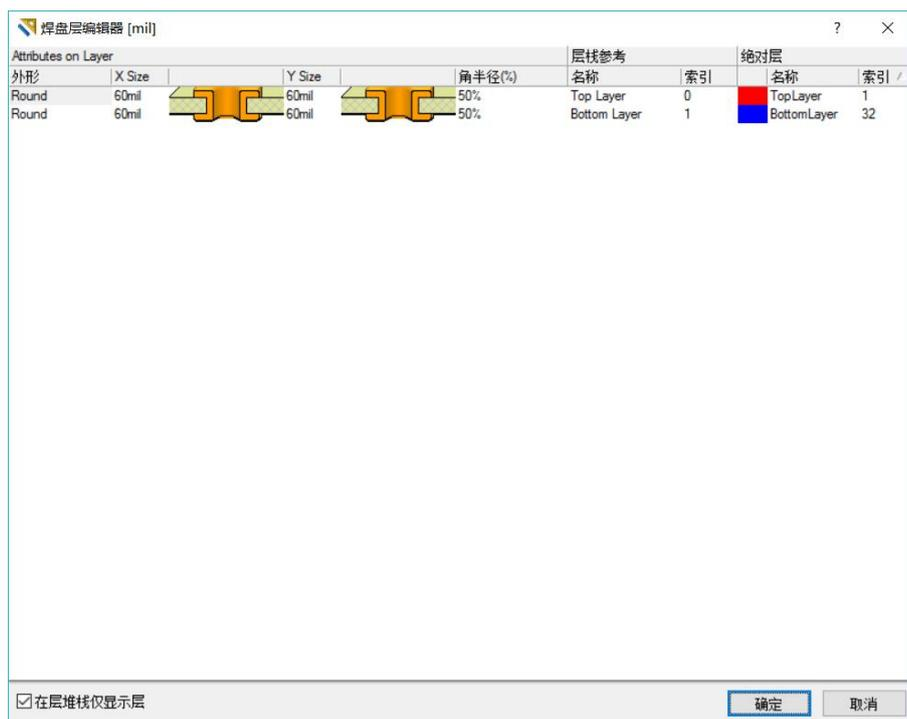

图 5-28 焊盘层编辑器
- **【完成堆栈】** 全堆栈：选取该设置方式将会激活**【编辑全部焊盘层定义】**按钮，单击该按钮弹出图 5-28 所示的焊盘层编辑器，在这里面可以编辑焊盘在各层的形状以及尺寸。由于当前是双层电路板设计，所以编辑器里面只显示了顶层和底层的焊盘属性，若取消勾选**【在层堆栈仅显示层】**则编辑器将显示所有的层。